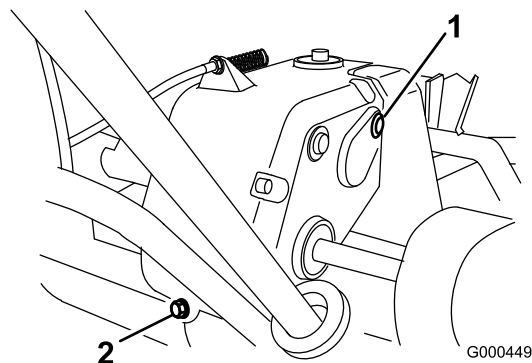

Figure 31
2. Retirez le bouchon de vidange à l'arrière de la transmission (Figure 31).
3. Appuyez sur le guidon et basculez la machine en arrière. Retirez le bouchon de contrôle/remplissage du côté droit de la transmission (Figure 31).